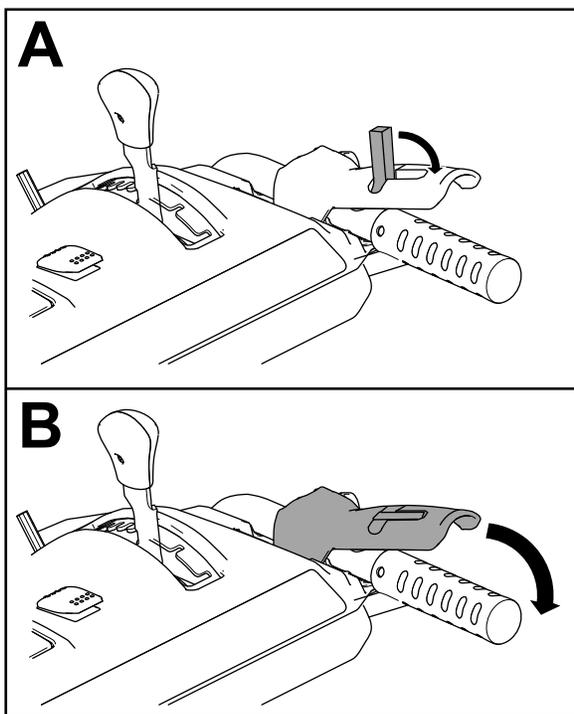

Figura 30
2. Engate a alavanca da broca/hélice e segure-a no sítio (Figura 30).